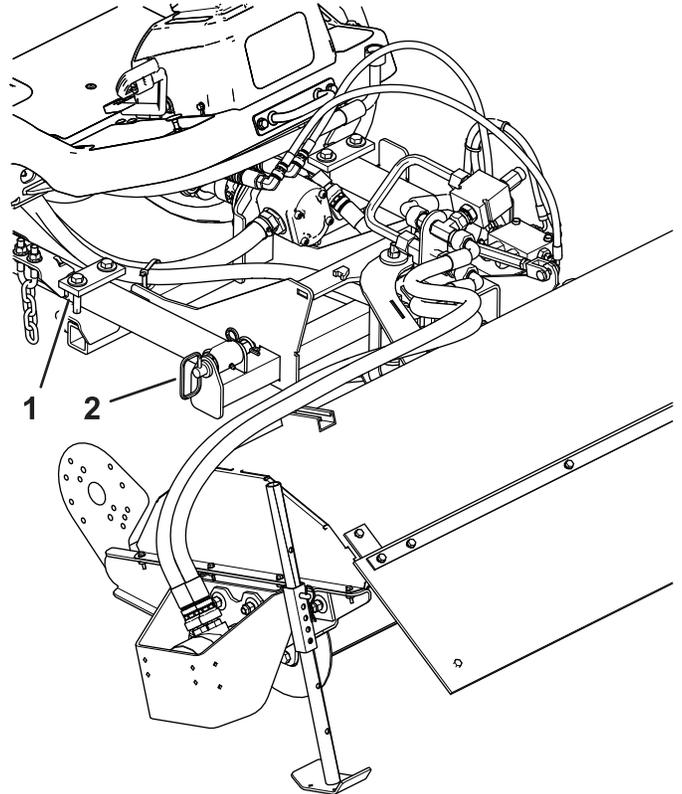

Figura 11
2. Retire los pasadores y los soportes del bastidor de la barredora (Figura 11).
4. Instale los pasadores en el bastidor de la barredora y en los brazos de elevación (Figura 11).